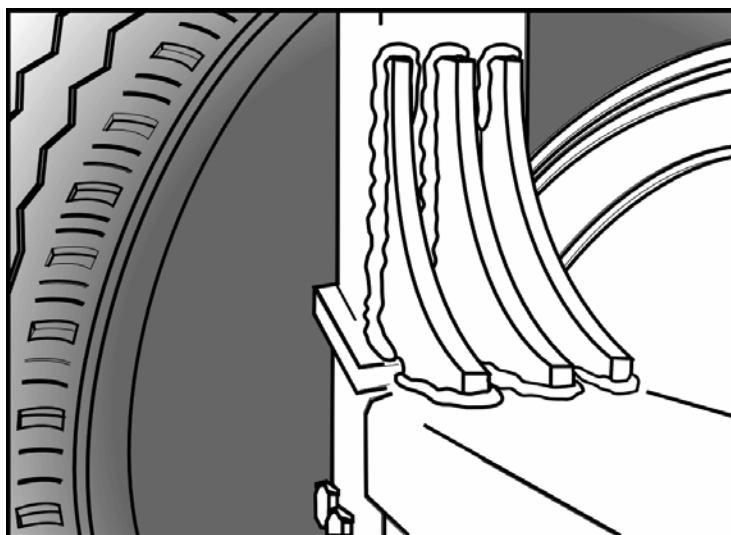

FIGURE 6
5. Répéter les étapes 3 et 4 précédentes pour l'installation du second nouveau renfort #171738 (figure 6).